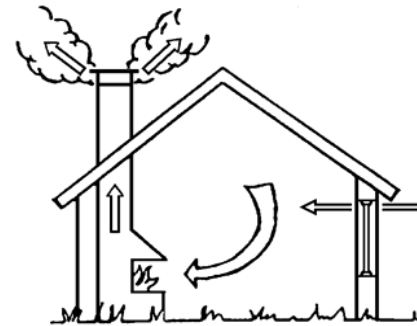

Fig. 8
#### Ildsted, komfyravtrekk, tørketrommel etc. (Fig. 8)
#### Eldstad, spiskåpa, torktumlare mm (fig. 8)
**Holzöfen, Kamine, Dunstabzugshaube, Wäschetrockner (Fig.8)**
**Fireplace, kitchen ventilator, tumble dryer etc. (Fig. 8)**